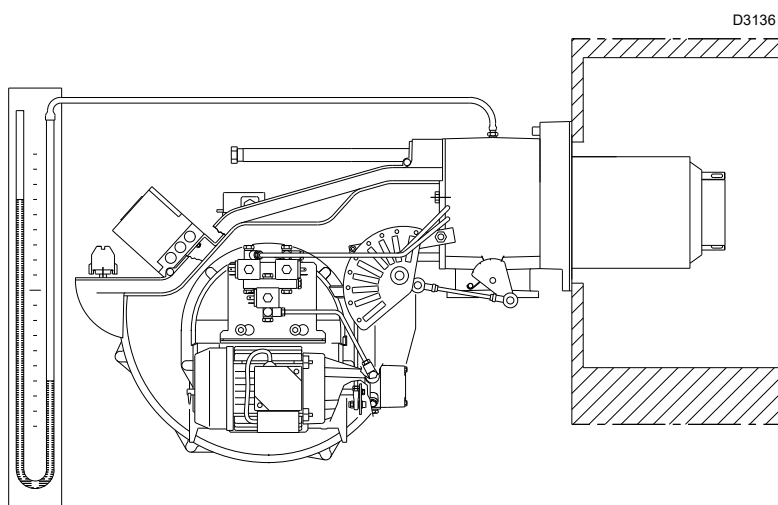

Fig. 33
- Montați un manometru de tip U sau diferențial (Fig. 33), cu priza (+) pe manșonul de presiune a gazului și (-) în camera de ardere.
Sosirea gazului la manșon este evidențiată de manometrul în formă de U (Fig. 33).
Ca orientare, se poate obține de la Tab. K la pag. 27, trebuie doar să citiți presiunea gazului de pe manometrul U, să consultați Fig. 33 la pag. 32 și să urmați instrucțiunile.